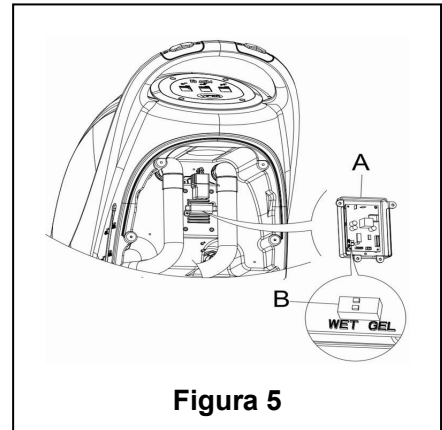

Figura 5
2. Togliere il tubo di drenaggio (15)
4. Togliere il coperchio del controllo (5), e le viti del coperchio della batteria (10). Togliere le viti del piedistallo PCB. L'interruttore DIP (B) per impostare la batteria può essere visto ribaltando la scheda PCB. (Vd. **Figura 5**)
5. Mettere il microinterruttore DIP (B) in posizione "WET",